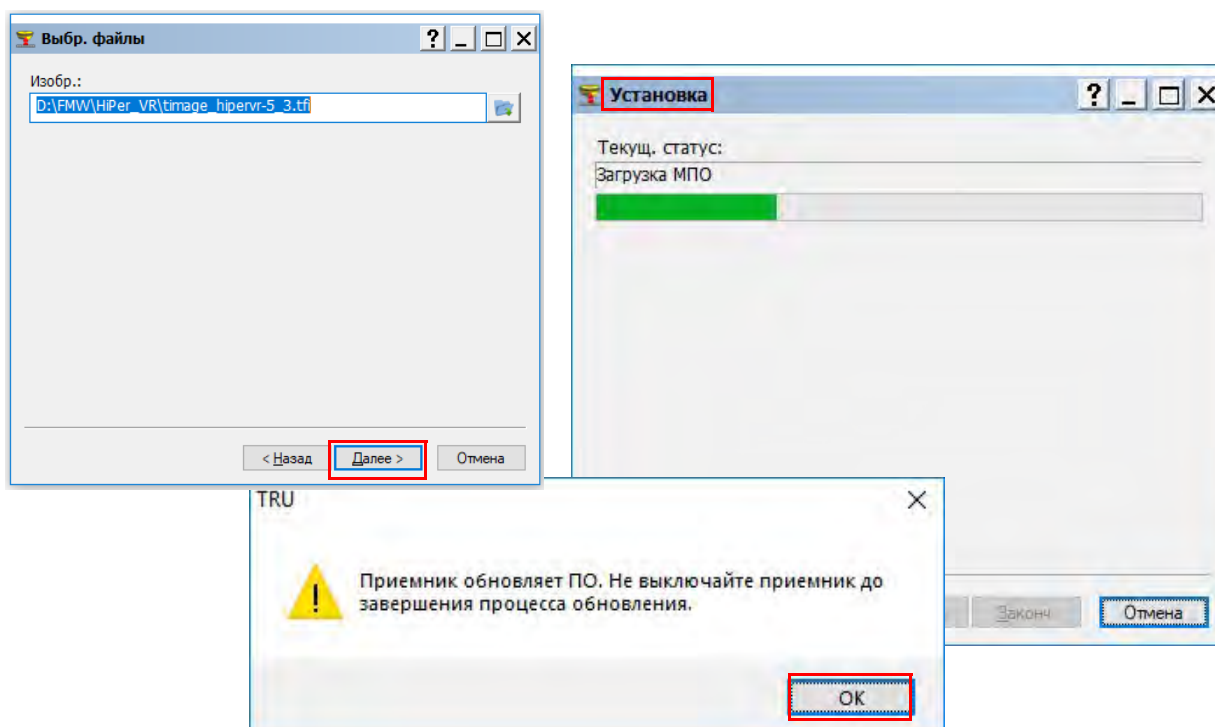

Рисунок 5-4: Окна Выбр. файлы/Установка
13. Кликните **Далее**. Откроется окно **Выбр. файлы** (Рисунок 5-4).
15. Кликните **Далее**. Откроется окно **Установка** и начнется загрузка прошивки (Рисунок 5-4).